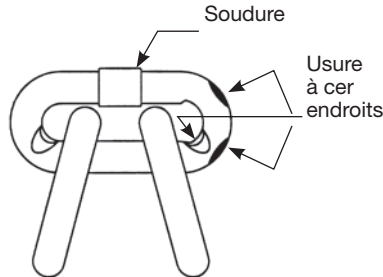

Figure 6 - Inspection de la chaîne
1. À tous les trois mois : La chaîne pour détecter une elongation ou une usure excessive (Voir les Figures 6 et 7 à page 7.